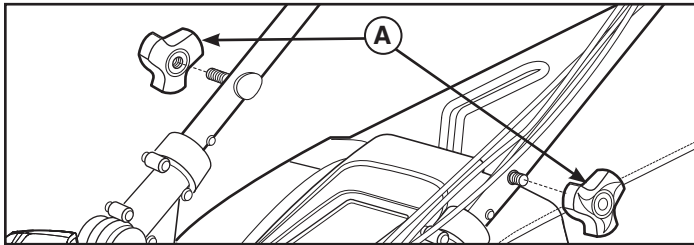

Abb. 7
1. Lösen Sie die Griffschrauben des Griffunterteils (A, Abb. 7) an den Griffbefestigungslaschen links und rechts.